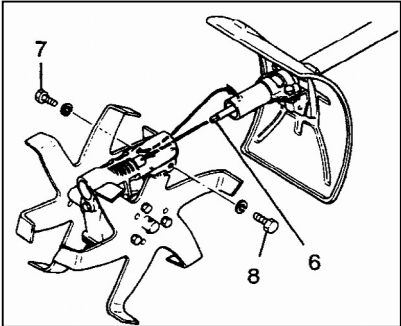

Fig. 4
- 3) Install Mini-culti. unit onto the pipe end where gear case has been removed from by aligning drive shaft (6) and squared or splined hole in gear case. If drive shaft does not fit into the hole, try to turn the whole unit slightly right and left. (Fig. 4)
- 4) Once the unit is completely inserted, meet the locking hole of pipe and that of gear case, tighten the lock screw (7) in the hole and pipe tightening screws (8) in order. (Fig. 4)
- 3) Installer l'ensemble du mini-motoculteur sur le bout du tuyau d'où on a retiré la boîte d'engrenages en alignant l'arbre d'entraînement (6) et le trou carré, ou cannelé dans la boîte d'engrenages. Si l'arbre d'entraînement ne s'enclave pas dans le trou, essayer de tourner l'ensemble tout entier un peu à droite et à gauche. (Fig. 4)
- 4) Lorsque l'ensemble est inséré complètement, réunir le trou de serrage de tuyau à celui de la boîte d'engrenages, serrer la vis de blocage (7) dans le trou et les vis de serrage de tuyau (8) selon cette séquence. (Fig. 4)